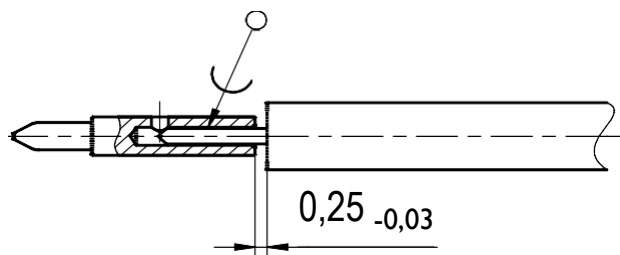

Рис. 39 – Пайка штыря на жилу кабеля.
- 1) Выполните пайку штыря на жилу кабеля (рисунок 39). Для обеспечения низкого КСВН кабельной сборки необходимо точно выдерживать размер  $0,25_{-0,03}$ ;